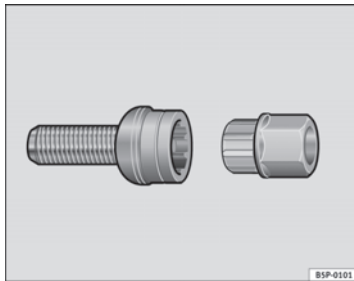

Abb. 140 Diebstahlhemmende Radschraube
- Setzen Sie den Adapter bis zum Anschlag in die diebstahlhemmende Radschraube ein ⇒ Abb. 140.